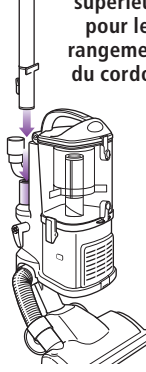

Fig. 10
- 3 Installez l'extrémité du tube de rallonge au tube se trouvant à l'arrière du chariot amovible jusqu'à ce qu'un déclic indique qu'il est en place. (Fig. 10)